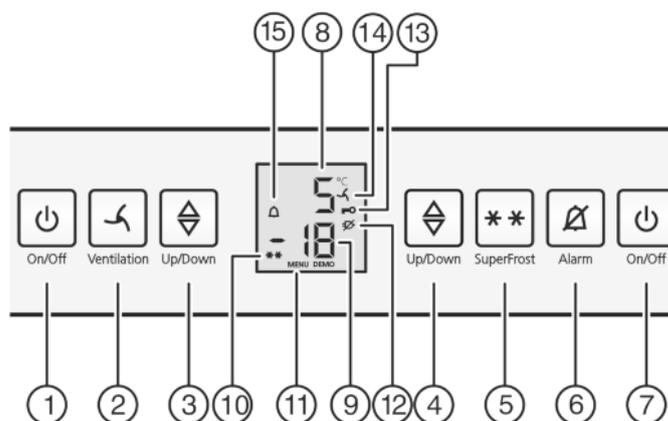

Fig. 2
- ▶ Appuyer sur la touche On/Off *Fig. 2 (7)* du congélateur.
- ▶ Appuyer sur la touche On/Off *Fig. 2 (1)* du compartiment réfrigérateur.
- ▶ Activer le mode de réglage : appuyer sur la touche SuperFrost *Fig. 2 (5)* pendant env. 5 secondes.
- ▷ Le symbole Menu *Fig. 2 (11)* apparaît dans l'affichage.
- ▶ Confirmez en appuyant brièvement sur la touche SuperFrost *Fig. 2 (5)*.
- ▷ Le symbole Sécurité enfants *Fig. 2 (13)* s'allume dans l'affichage.
- ▶ Appuyer brièvement sur la touche On/Off du compartiment congélateur *Fig. 2 (7)*.
- ▷ Le symbole Sécurité enfants *Fig. 2 (13)* s'éteint.
L'affichage de la température clignote en même temps que le symbole Alarme *Fig. 2 (15)*.
L'avertisseur sonore s'éteint automatiquement et le symbole Alarme *Fig. 2 (15)* et l'affichage de température arrêtent de clignoter lorsque la température est de nouveau suffisamment froide.